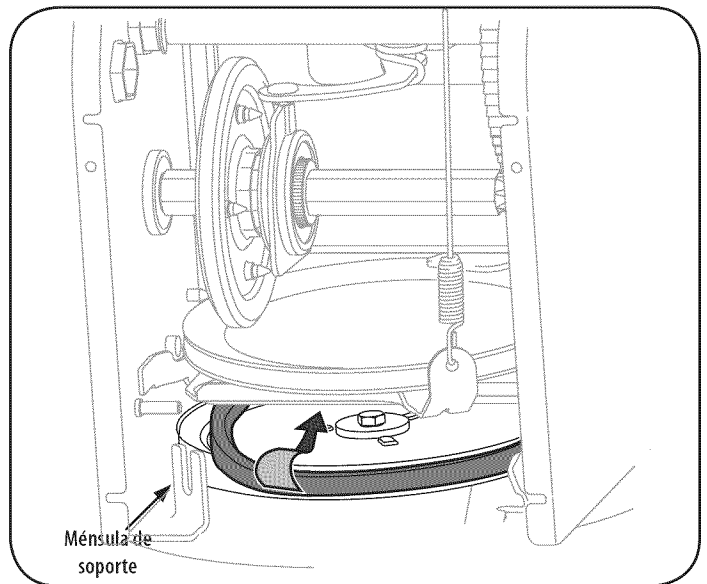

Figura 27
8. Retire la correa de alrededor de la polea de la barrena y deslice la misma entre la ménsula de soporte y la polea de la barrena. Vea la Figura 27.